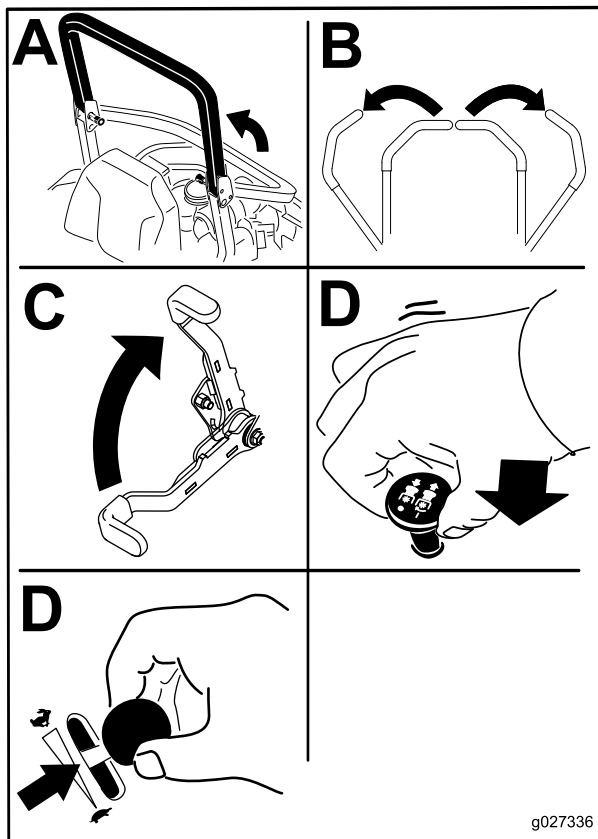

Figure 18
4. Placez la commande des lames (PDF) en position **DÉSENGAGÉE**(Figure 18).